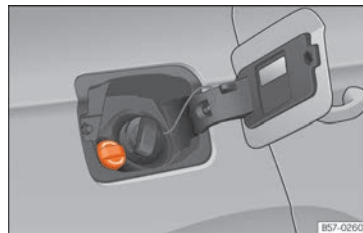

Fig. 219 Bouchon de la goulotte de remplissage du réservoir d'AdBlue.
- Ouvrez la trappe à carburant »» fig. 219.
- Dévissez le bouchon de l'orifice de remplissage de SCR »» fig. 219.